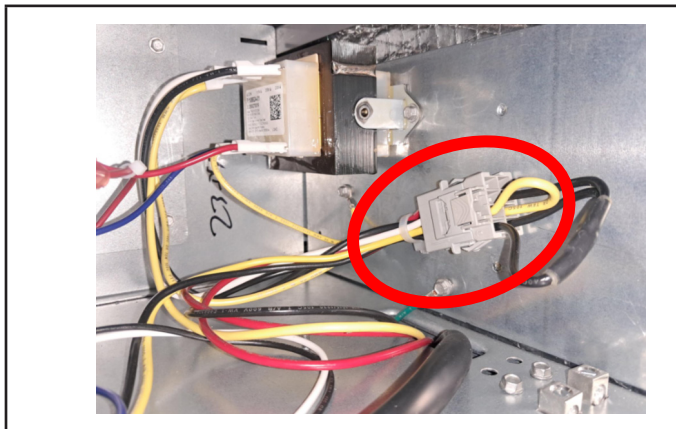

FIGURE 26. Conversion de l'unité de 240 VCA à 208 VCA
- 2 - Débranchez le faisceau intermédiaire 230 V monté en usine du connecteur gris 8 broches et jetez-le. Reportez-vous à la FIGURE 26.